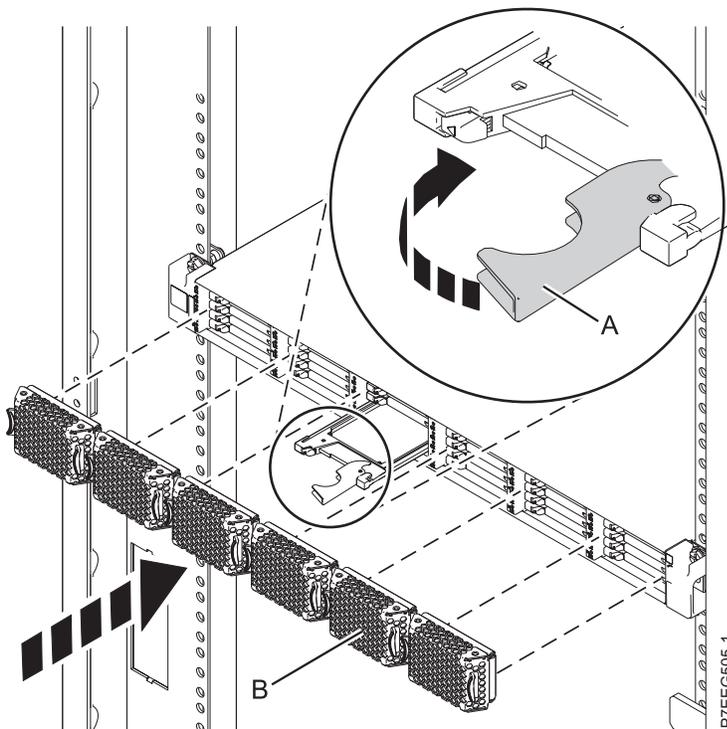

Figura 50. Sustitución de una unidad de estado sólido en Alojamiento de almacenamiento PCIe de EDR1.
4. Cuando el LED de identificación de la unidad de estado sólido se encienda de manera fija, deslice la unidad de estado sólido hasta el fondo de Alojamiento de almacenamiento PCIe de EDR1 y asegúrese de que queda totalmente encajada. A continuación, gire el asa (A) hasta la posición de bloqueo. Consulte Figura 50.
6. Instale la placa frontal (B).